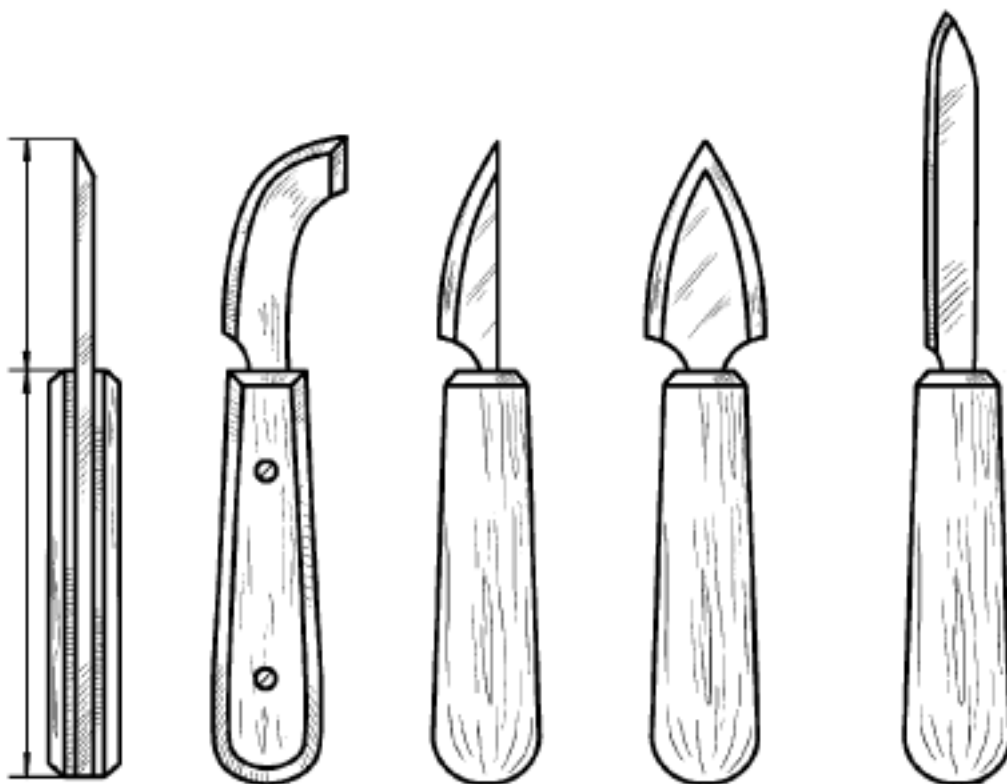

Рис. 11. Ножи-резак
2. Нож-резак (рис. 11). Инструмент может иметь разную форму в зависимости от вида резьбы. В геометрической резьбе им выполняют розетки, «сияния», различные криволинейные элементы; в контурной – всевозможные закругления и изгибы.